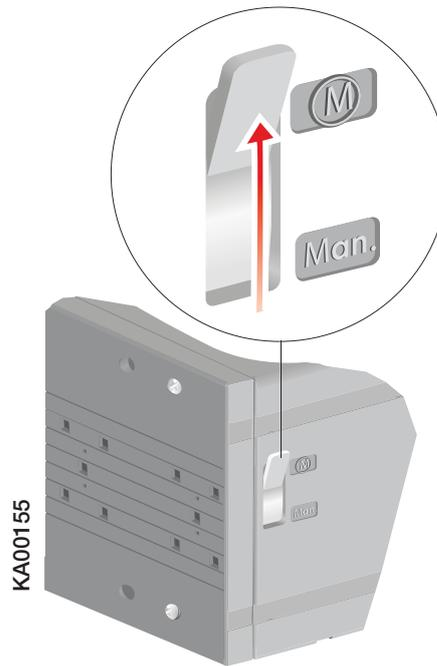

Рис. 7.2. Селекторный переключатель M/Man (Дистанционное/Ручное) в положении M.
2. Переключите селектор M/Man (Дистанционное/Ручное) в положение M, см. рис. 7.2.